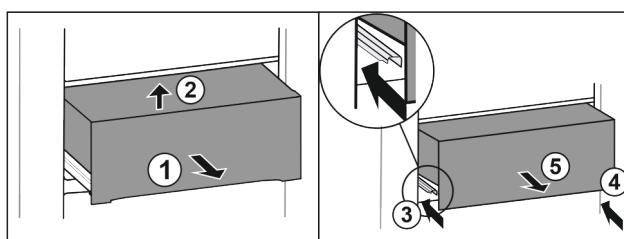

Fig. 43
- Вытяните выдвижной ящик наполовину. Fig. 43 (1)
- Приподнимите выдвижной ящик спереди. Fig. 43 (2)
- Вставьте левую направляющую. Fig. 43 (3)
- Вставьте правую направляющую. Fig. 43 (4)
- Извлеките выдвижной ящик движением вперед. Fig. 43 (5)